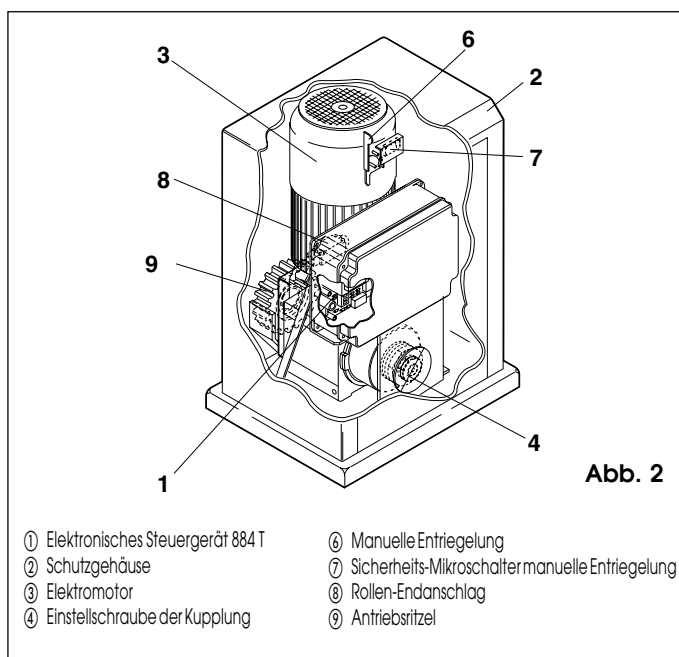
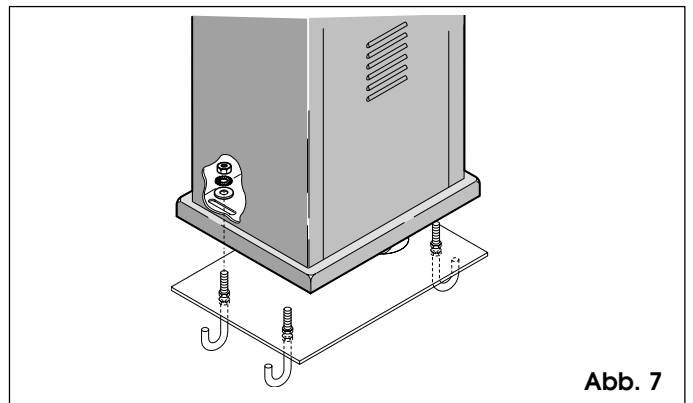

Abb. 2
Abb. 7
| Platzbedarf LxHxT (mm) | s. Abb. 2 |
- 1) Das Schutzgehäuse (Abb. 2 Pos. 2) abnehmen und den Getriebemotor auf die Fundamentplatte setzen. Scheibe, Federring und Schraube dann andrehen, aber nicht festziehen, s. Abb. 7